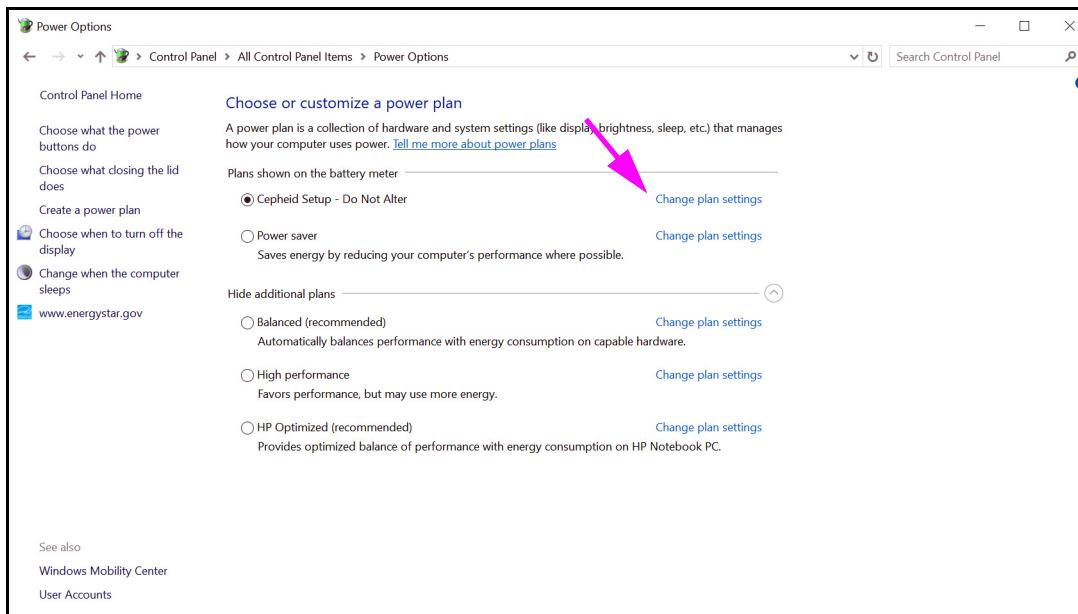
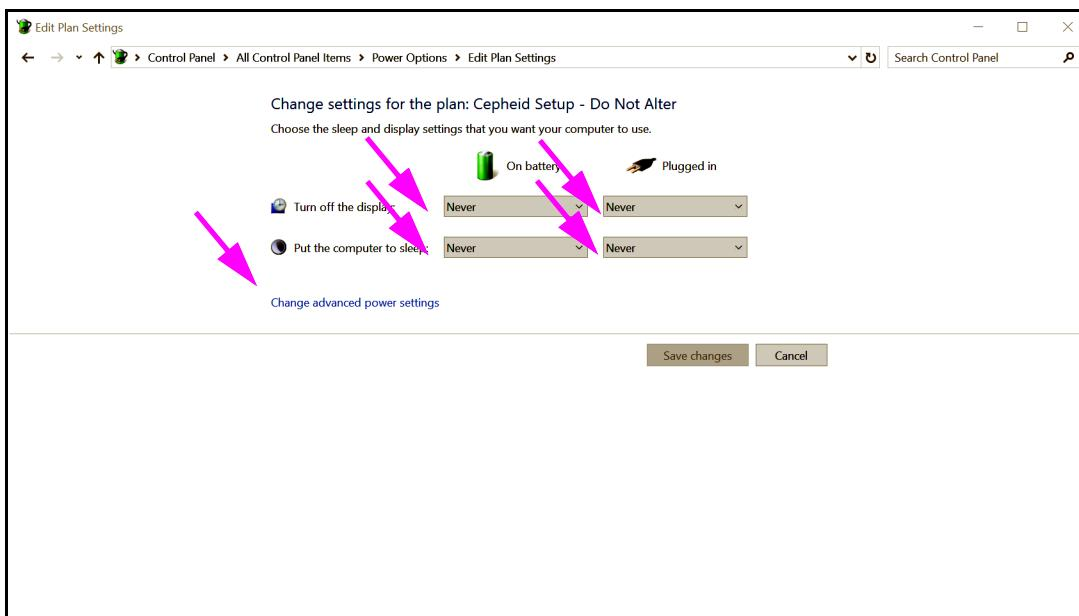
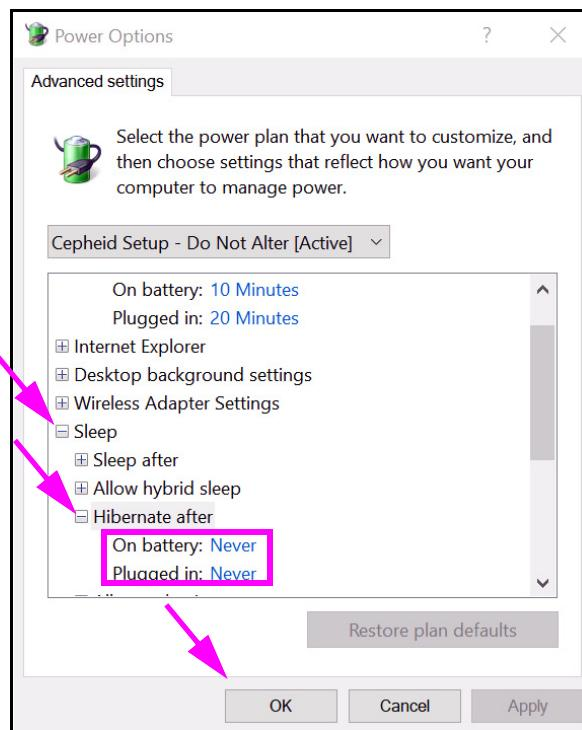
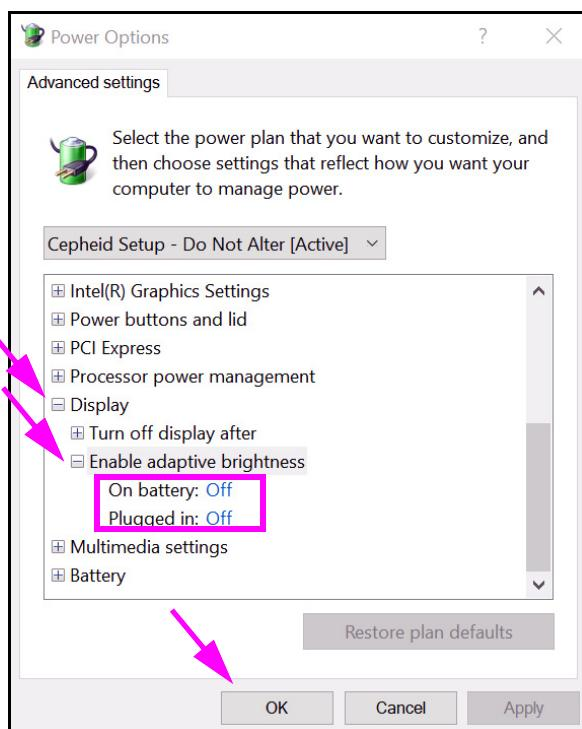

Figura 2-25. Finestra Power Options (Opzioni risparmio energia)
Figura 2-26. Finestra Edit Plan Settings (Modifica combinazioni per il risparmio di energia)
Figura 2-27. Finestra Power Options—Advanced settings (Sleep) [Opzioni risparmio energia—Impostazioni avanzate (Sospensione)]
Figura 2-28. Finestra Power Options—Advanced settings (Display) [Opzioni risparmio energia—Impostazioni avanzate (Schermo)]
3. Nella sezione **Cepheid Setup—Do Not Alter (Configurazione Cepheid—Non alterare)**, fare clic su **Change plan settings (Modifica impostazioni combinazione)**. Vedere la Figura 2-25. Viene visualizzata la finestra **Edit Plan Settings (Modifica combinazioni per il risparmio di energia)**. Vedere la Figura 2-26.
4. Verificare che le funzionalità **Turn off the display** (Disattivazione schermo) e **Put the computer to sleep** (Sospensione computer) siano impostate su **Never** (Mai) per entrambe le opzioni **On battery** (Batteria) e **Plugged in** (Rete elettrica). Inoltre, accertarsi che il cursore della funzione **Adjust plan brightness** (Luminosità schermo) sia impostato sulla massima luminosità. Vedere la Figura 2-26.
5. Fare clic su **Change advanced power settings** (Cambia impostazioni avanzate risparmio energia) (vedere la Figura 2-26). Viene visualizzata la finestra Power Options—Advanced settings (Opzioni risparmio energia—Impostazioni avanzate). Vedere la Figura 2-27.
6. Nella finestra Power Options—Advanced settings (Opzioni risparmio energia—Impostazioni avanzate), fare doppio clic su **Sleep (Sospensione)** per espandere la visualizzazione e quindi fare doppio clic su **Hibernate after (Metti in stato di ibernazione dopo)**. Vedere la Figura 2-27.
- A. **Computer desktop:** verificare che il valore **Setting (Impostazione)** sia impostato su zero (0) o **Never (Mai)**. In caso contrario, modificare il valore di **Setting (Impostazione)** su zero (0) o **Never (Mai)**.
- B. **Solo per i computer portatili:** verificare che i valori **On battery (Batteria)** e **Plugged in (Rete elettrica)** siano impostati su **Never (Mai)**. In caso contrario, fare clic su **On battery (Batteria)** e/o **Plugged in (Rete elettrica)**, quindi usare i tasti freccia su/giù per impostare i rispettivi valori su zero (0) sull'opzione selezionabile.
7. Nella finestra Power Options—Advanced settings (Opzioni risparmio energia—Impostazioni avanzate), fare doppio clic su **Display (Visualizzazione)** per espandere la visualizzazione e quindi fare doppio clic su **Enable adaptive brightness (Attiva luminosità adattiva)**. Vedere la Figura 2-28.
11. **Solo per i computer portatili:** Fare clic su **Cancel (Annulla)** per chiudere la finestra Edit Plan Settings (Modifica combinazioni per il risparmio di energia). Viene visualizzata la finestra Power Options (Opzioni risparmio energia) (vedere la Figura 2-25).